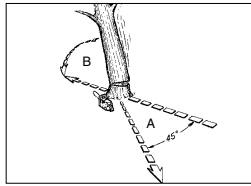

Abb. 12
ACHTUNG: Vor dem Schneiden sollte ein Rückzugspfad (A) geplant und freigelegt werden. Der Rückzugspfad sollte nach hinten und diagonal zur Rückseite der erwarteten Fallrichtung verlaufen, wie in Abb. 12 dargestellt ist.
ACHTUNG: Wenn der Fallschnitt sich dem Ankerpunkt nähert, beginnt der Baum zu fallen. Sobald der Baum zu fallen beginnt, ziehen Sie die Säge aus dem Schnitt heraus, stoppen Sie den Motor, legen Sie die Kettensäge ab und verlassen Sie den Bereich über den Rückzugsfad (Abb. 12).